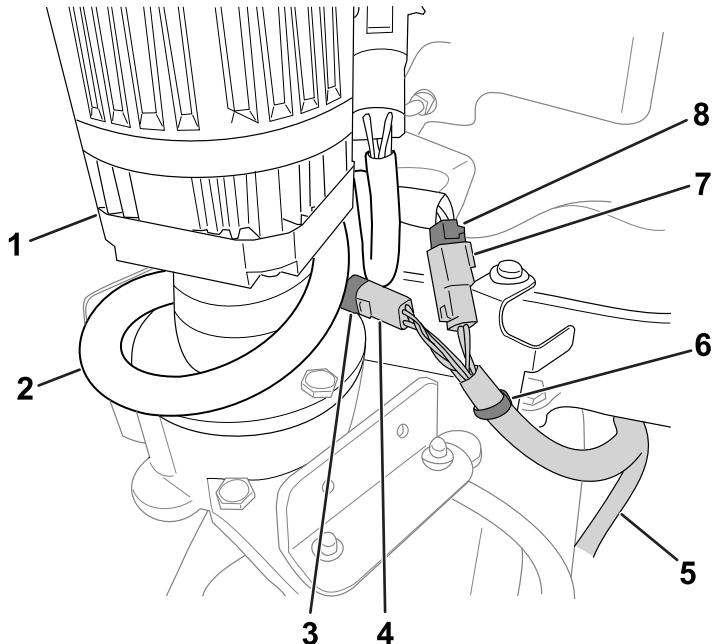

図 6
3. 残りのギアボックスワイヤーハーネスコネクタをステアリングモーターに向けて配線する(図6)。
4. プッシュマウントを所定の位置に残したまま、マシンハーネスをブラケットに固定しているタイラップを切る(図6)。タイラップを廃棄する。
5. ギアボックスコネクタをマシンのワイヤーハーネスコネクタに接続する(図6)
6. ワイヤーハーネスの余り部分は、図6のようにステアリングモータにゆるく巻き付ける。
7. キットに付属のタイラップを使って、図6に示すようにギアボックスハーネスをプッシュマウントに固定する。